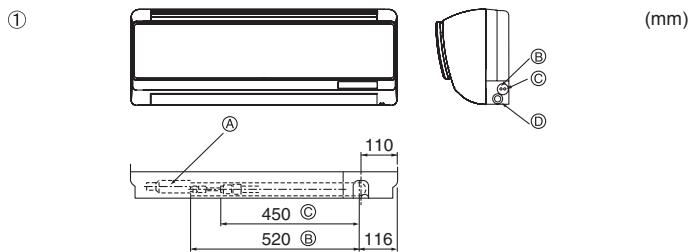

Fig. 4-2
- Position des tuyaux de réfrigérant et d'écoulement (Fig. 4-2)